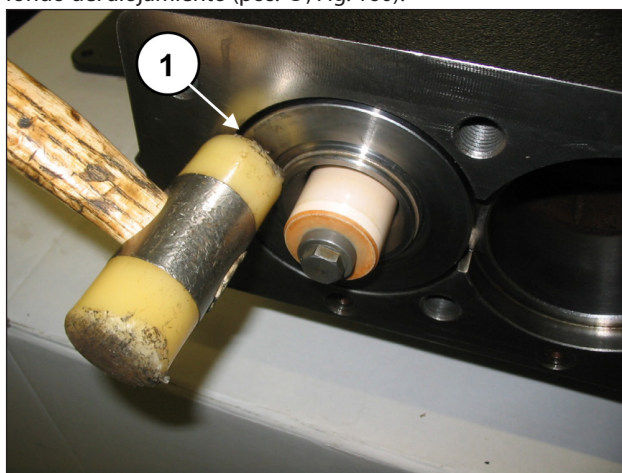

Fig. 160
Comprobar que el bloque camisa-soporte haga tope en el fondo del alojamiento (pos. ①, Fig. 160).